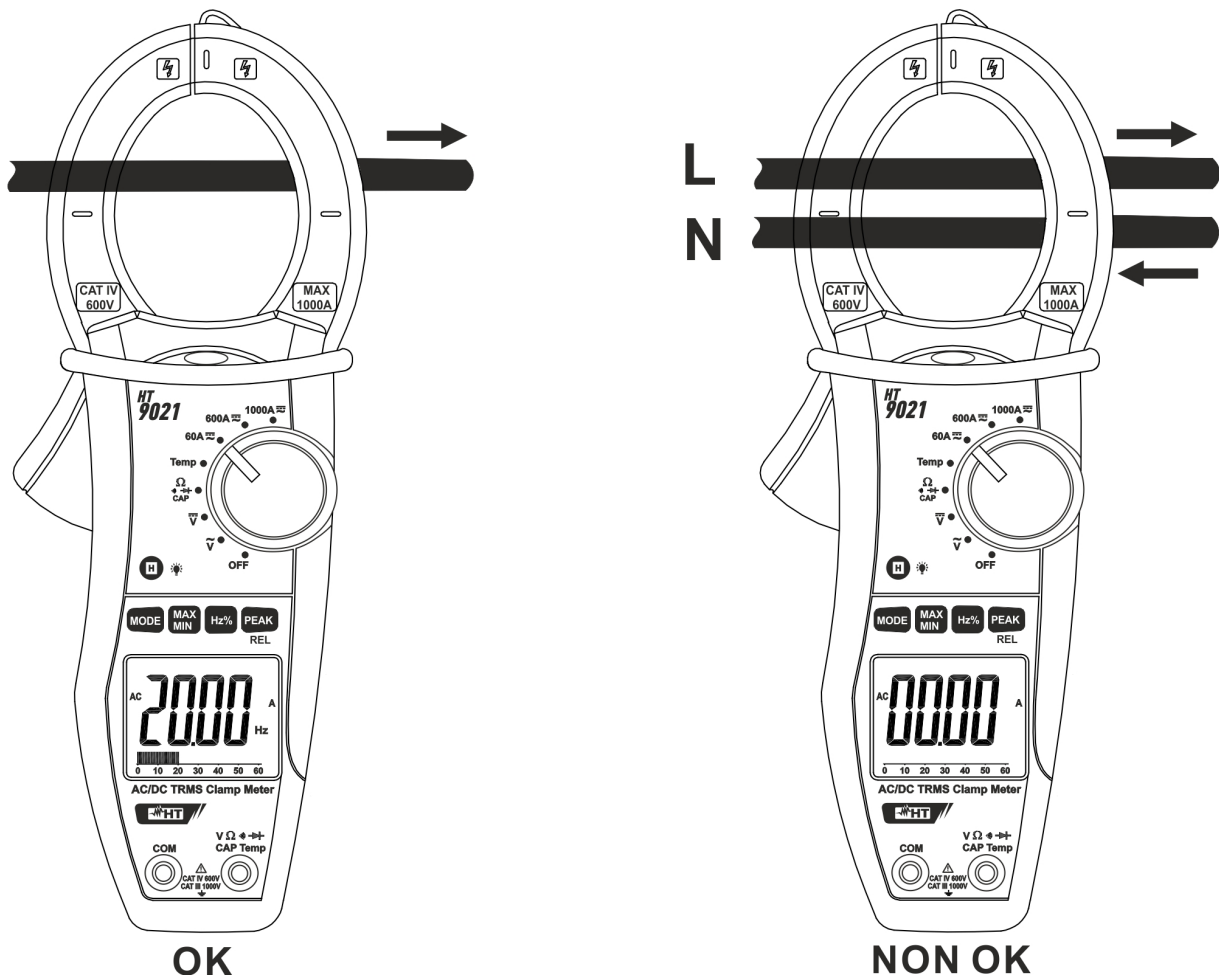

Fig. 9: Uso della pinza per misure di corrente AC e DC
5. Per misura di corrente DC la visualizzazione del simbolo "-" indica che lo strumento è inserito in modo contrario al verso della corrente (vedere Fig. 9)